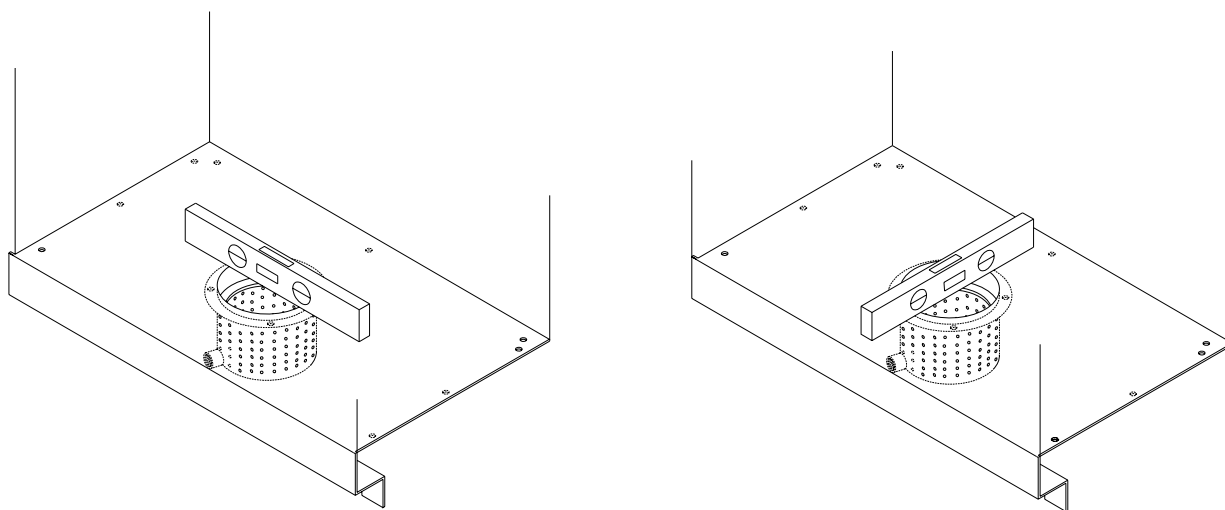

Figure 11 : Mise au niveau du brûleur
- Déposer votre niveau sur le brûleur en plein centre. Votre niveau devrait être parallèle à la façade du poêle (Voir figure 11). Visser ou dévisser les pattes ajustables de votre appareil jusqu'à ce que le niveau soit atteint. Utilisez une clef de 7/16" (10 mm).
- Déplacer ensuite votre niveau de 90° de façon à être parallèle avec les côtés du poêle (Voir figure 11). Visser ou dévisser les pattes ajustables de votre appareil jusqu'à ce que le niveau soit atteint. Utilisez une clef de 7/16".